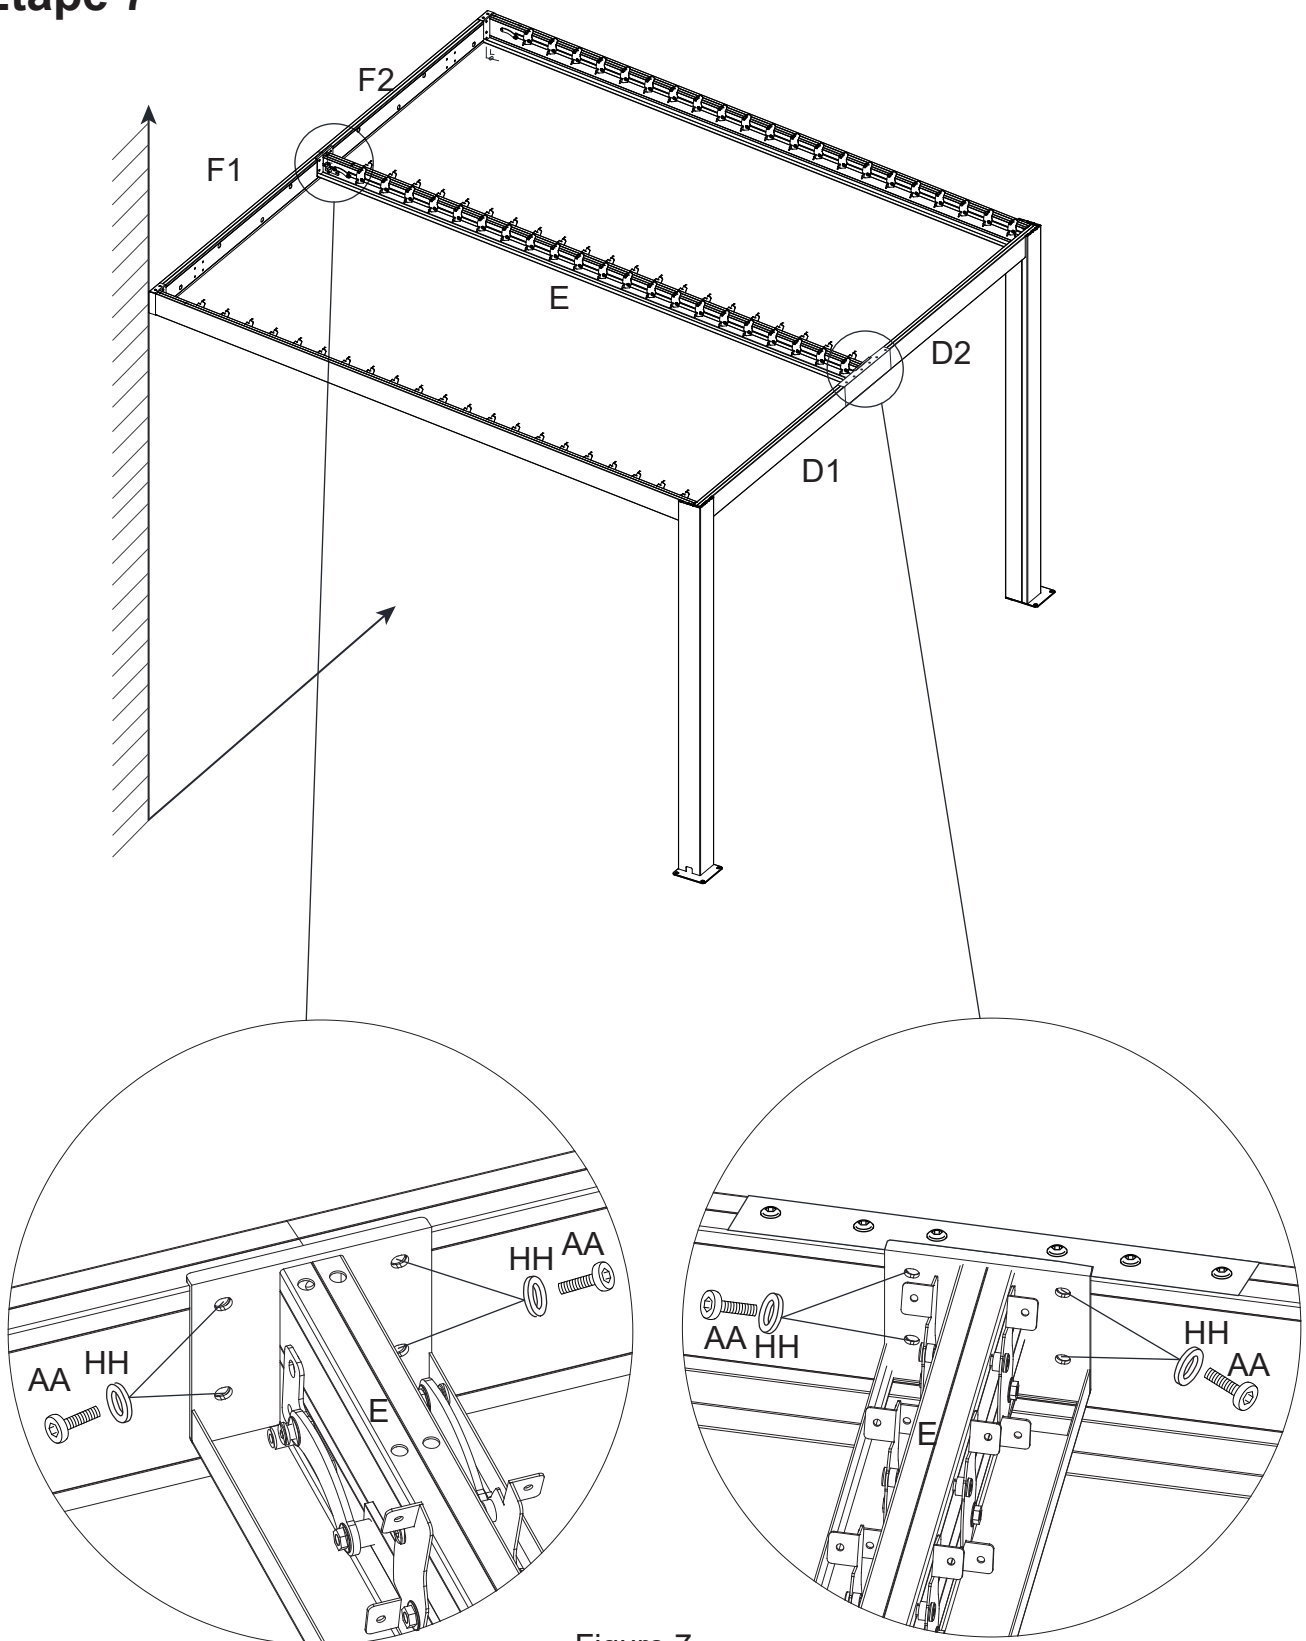

Figure 7
Figure 7. Reliez une extrémité de la traverse centrale (E) aux traverses avant (D1/D2) et l' autre extrémité de la traverse centrale (E) aux traverses arrière (F1/F2) à l' aide des boulons (AA) et des rondelles (HH).